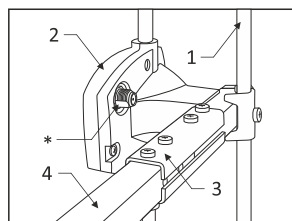

Рис.2 Узел согласования
- 5.2 Соединить траверсу узла согласования с основной траверсой с помощью П-образных крепежных скоб и винтов М4х25, гаек М4, шайб 4, шайб-гроверов 4.65Г (см. рис.2). Протянуть гайки, обеспечивая отсутствие люфта.